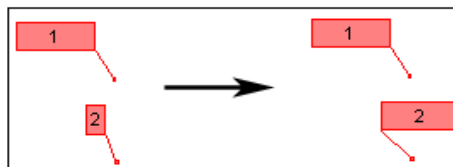

Рисунок 316
1) Выделите номера выносок, выбрав выноску 1 первой (рисунок 316).
2) На **Панели инструментов для выносок** выберите инструмент **Подогнать визуальные свойства** . В результате выноски примут вид, показанный на рисунке (рисунок 316).